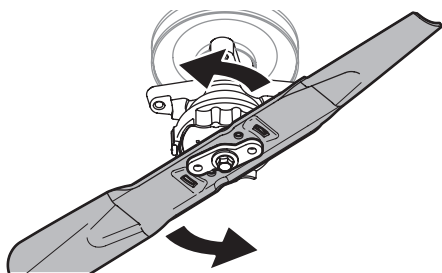

Figura 44
4. Mientras sostiene el collarín en la posición hacia arriba, rote la cuchilla en sentido contrario a las agujas del reloj para liberarla del collarín (Figura 44).